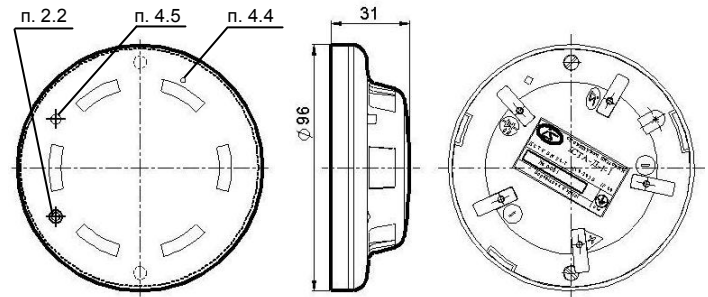

Рисунок 2 Загальний вигляд сповіщувача
4.8 Загальний вигляд сповіщувача наведений на рис. 2.